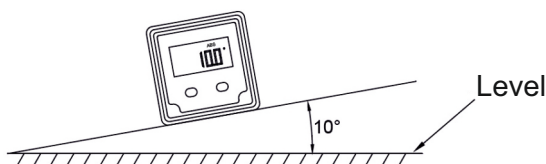

Abb. 2
- » Legen Sie das Gerät auf die zu messende Oberfläche. Der angezeigte Wert (Abb. 2) ist der Winkel zwischen der Messfläche und der horizontalen Ebene, wenn „ABS“ auf dem Display angezeigt wird.